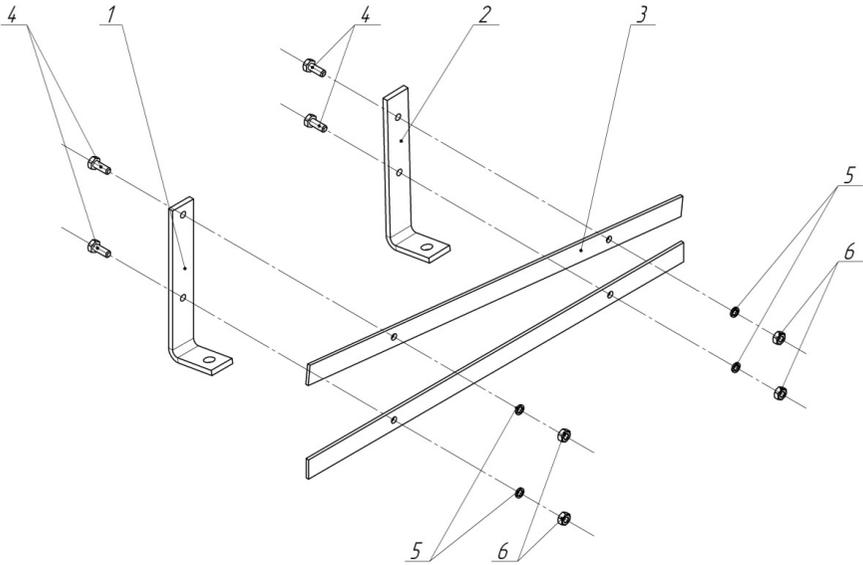

Рис. 7
Составные части показаны на *рис. 7*.
2. Используя болты (4), шайбы (5) и гайки (6) собрать две лопасти как показано на *рис. 7*. Затяжку болтовых соединений произвести от руки
**ВНИМАНИЕ!** Кронштейн у которого межосевое расстояние 86 мм. между двумя отверстиями диаметром 6мм. является кронштейном нижним (1). Кронштейн у которого межосевое расстояние 58 мм между двумя отверстиями диаметром 6мм. является кронштейном верхним (2). Соответственно в каждой лопасти по одному верхнему и нижнему кронштейну. При этом в бетоносмесителе Б-120Э, лопатку (3) необходимо крепить к кронштейну нижнему (1) той стороной, с которой расстояние от торца лопатки до крепёжного отверстия больше. В бетоносмесителе Б-140Э расстояния от торцов лопатки до крепёжных отверстий равные
**ВНИМАНИЕ!** При монтаже лопасти необходимо обратить внимание, что кронштейн верхний (2) крепится к ёмкости верхней, а кронштейн нижней (1) крепится к ёмкости нижней.